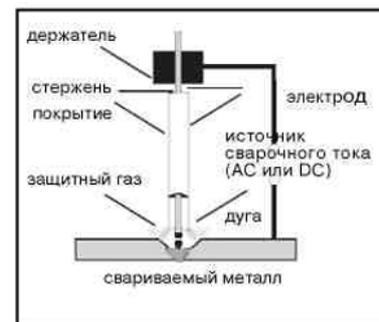

Рис. 4.
2.4.4.6 Принцип работы электродуговой сварки. Принцип работы электродуговой сварки очень прост. Плавкий электрод одновременно является источником и дуги, и защитного газа, появляющегося при расплавлении его флюсового покрытия (по европейской классификации - MMA процесс (Metal Metal Arc) (см. рис. 4).